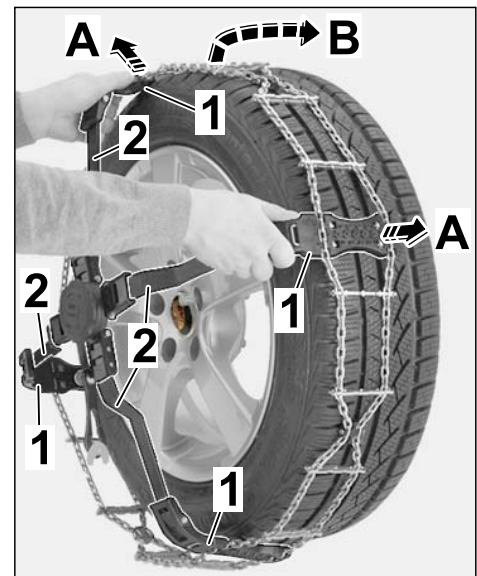

Bild 7
2.2.2 Zwei benachbarte Kunststoffpratzen aufklappen (⇒ Bild 7 -A-) und mit Kettennetz von oben entsprechend ⇒ Bild 7 möglichst weit über das Hinterrad führen (⇒ Bild 7 -B-).